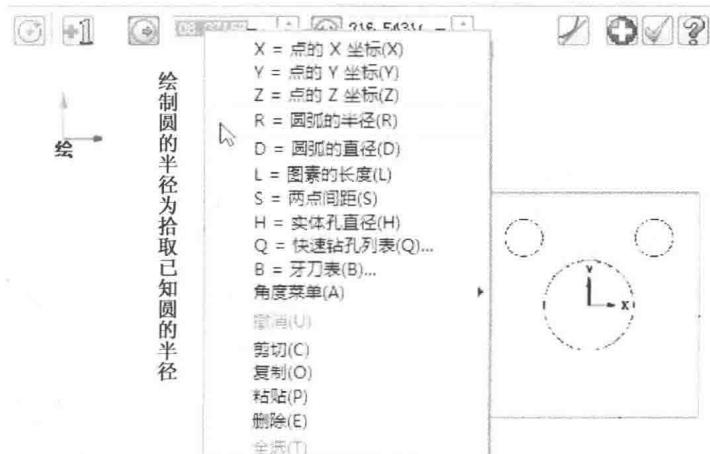

图 1-12 快速拾取菜单
- (1) 进入相应的绘图状态。
- (2) 在操作栏相应区域中单击鼠标右键，弹出如图 1-12 所示的快速拾取菜单，单击相应选项或相应快捷键。